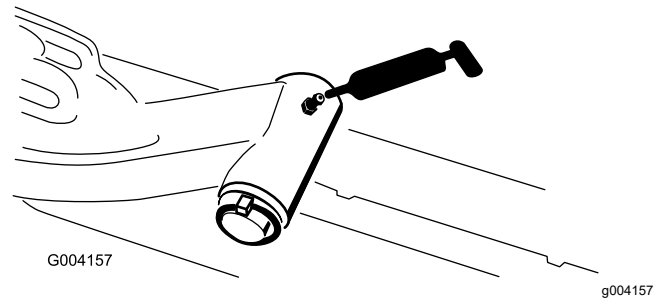

Figura 67
- Eje pivotante del brazo de elevación (1 en cada): Figura 67